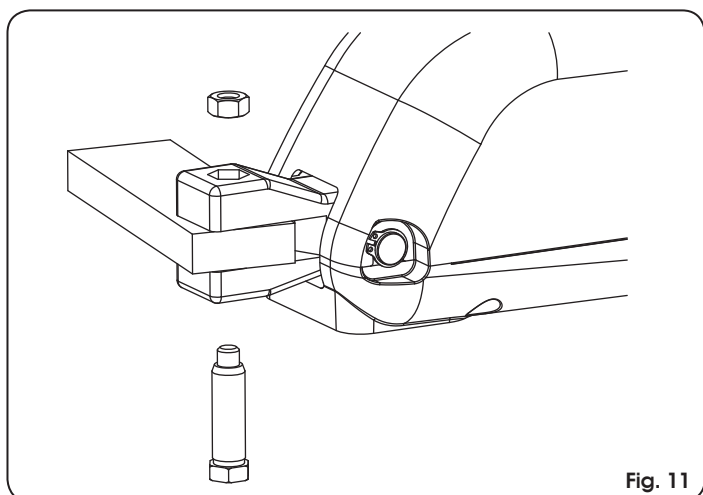

Fig. 11
8. Fixar o operador ao suporte traseiro através dos pinos fornecidos, como indicado na Fig. 11.